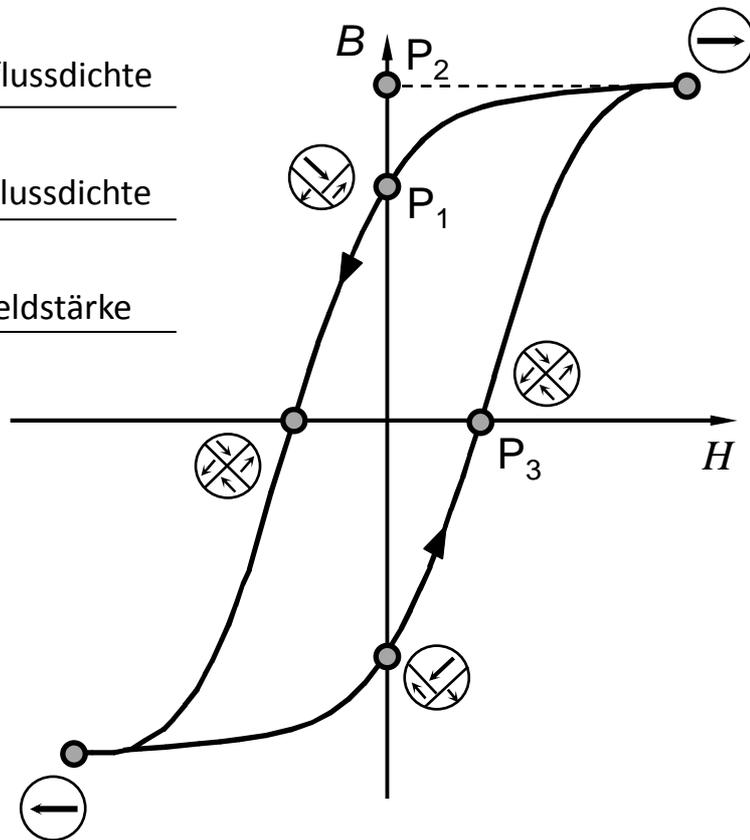

Bild K2-2: Hysteresekurve eines ferromagnetischen Materials
b) Gegeben ist nun die Hysteresekurve eines ferromagnetischen Materials (*Bild K2-2*). Benennen Sie zunächst die charakteristischen Punkte P_1 , P_2 und P_3 . Zeichnen Sie dann Größe und Ausrichtung der Domänen in den verschiedenen Bereichen der Hysteresekurve in die vorgegebenen Kreise ein. Orientieren Sie sich dabei an der vorgegebenen Domänenanordnung im Punkt P_1 . (2 Punkte)